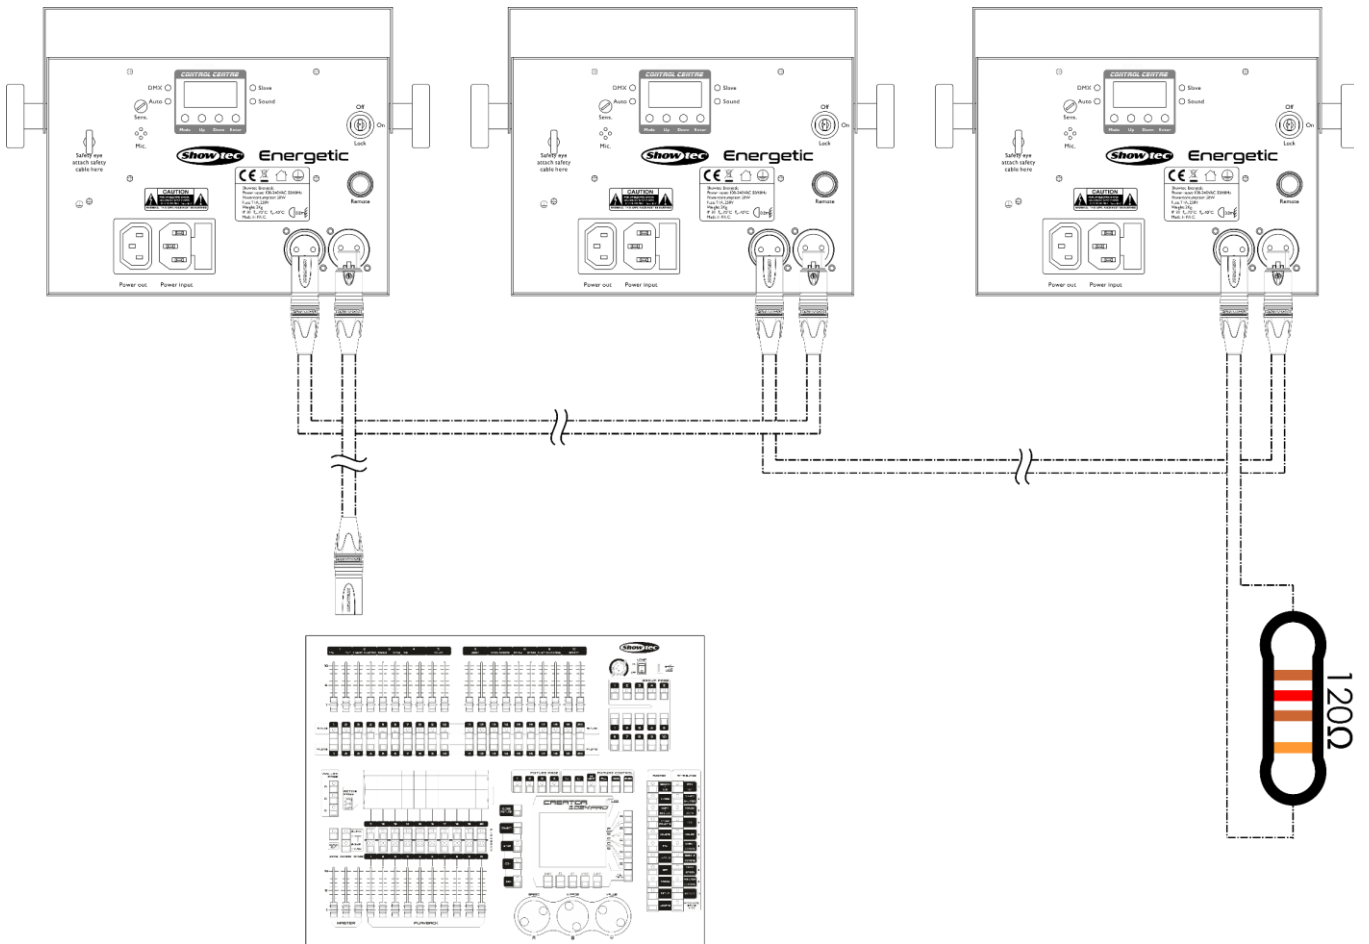

Fig. 07
- 04) Collegare le unità come indicato nella Fig. 07. Collegare la presa DMX "out" della prima unità alla presa DMX "in" della seconda unità, servendosi di un cavo di segnale DMX. Ripetere questo processo fino a collegare la seconda e la terza unità.